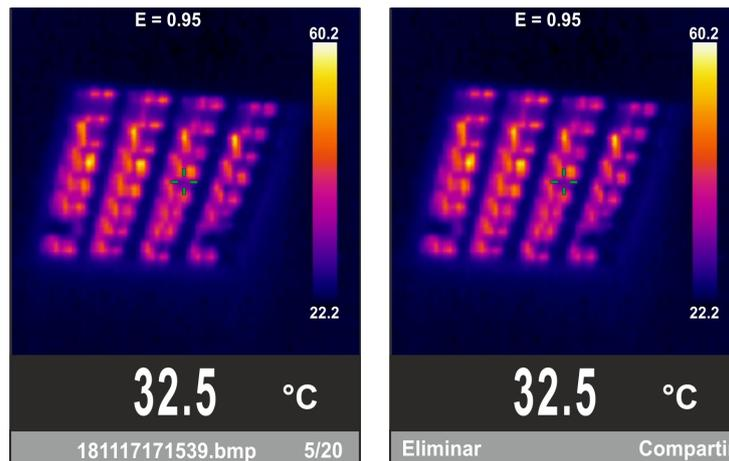

Fig. 7: Abrir, cancelamento e partilha da imagem no display
14. Usar os botões ▲ ou ▼ e o botão **OK** para a seleção da opção “Lembrar foto”. O ecrã da Fig.7 – parte esquerda (correspondentes à última imagem guardada) é apresentado no display:
16. Para cancelar a imagem premir o botão trigger **T** na imagem aberta. O ecrã da Fig.7 – parte direita é apresentado no display. Premir novamente o botão **T** para sair da função.